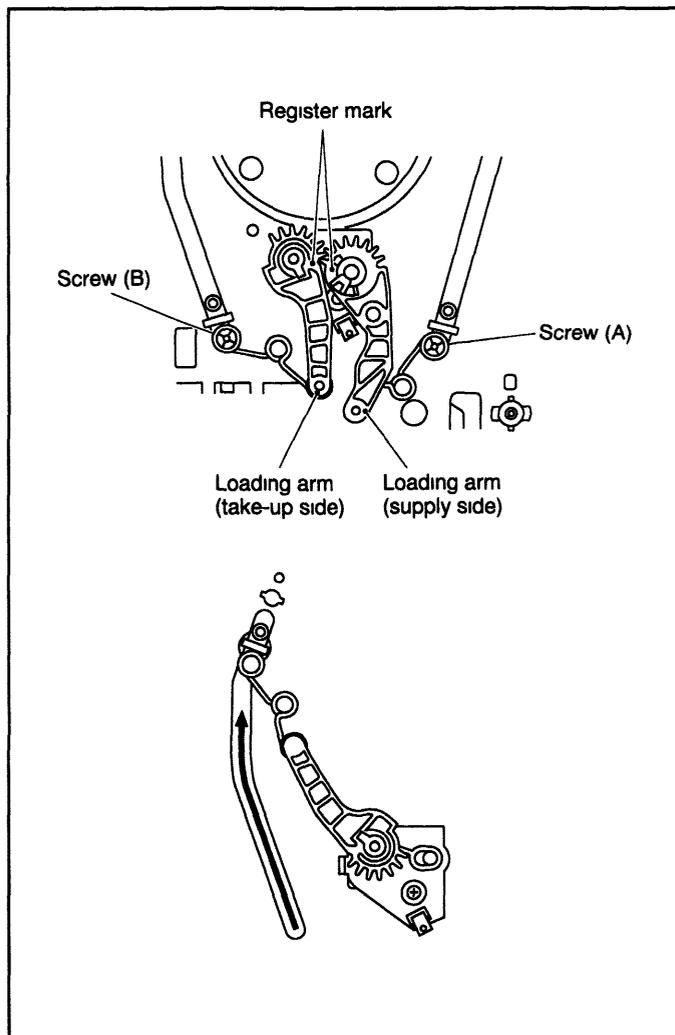
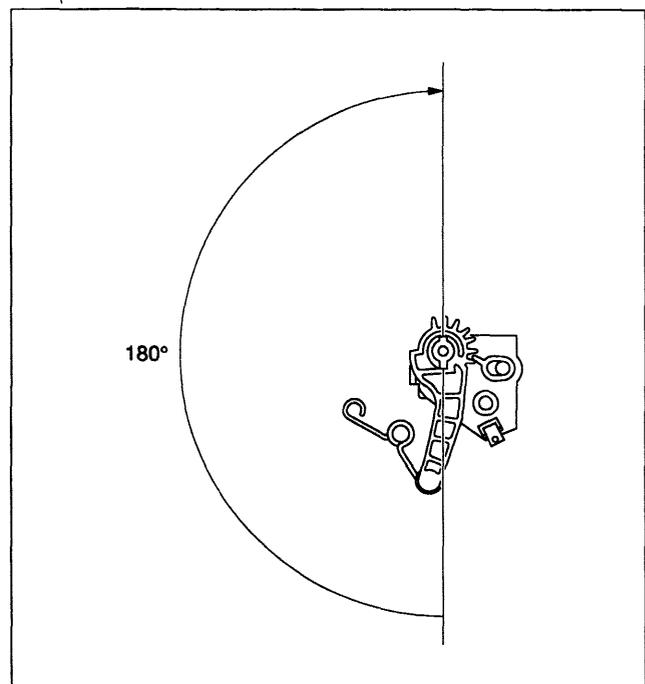

Fig 2-2-26
Fig. 2-2-28
- (1) Remova o braço de carregamento (no lado supply) soltando o parafuso (A) na Fig. 2-2-26
- (2) Remova o parafuso (B) na Fig 2-2-26 e deslize o poste montado (pole base assy) na direção de carregamento com a mola presa na base do poste montado (no lado take-up) (Veja Fig 2-2-26)
- (1) Instale o braço de carregamento (no lado take-up) com indicado na Fig. 2-2-28 e gire-o 180° no sentido horário até que o mesmo alcance a parte inferior do eixo da engrenagem de carregamento
- (2) Então gire o braço de carregamento (no lado take-up) 180° no sentido anti-horário. Encaixe a mola no poste montado e aperte o parafuso
- (3) Instale os braços de carregamento (lado supply e take-up) de modo que as marcas nas engrenagens fiquem alinhadas. Então encaixe a mola no poste montado e aperte o parafuso (Veja Fig 2-2-26)